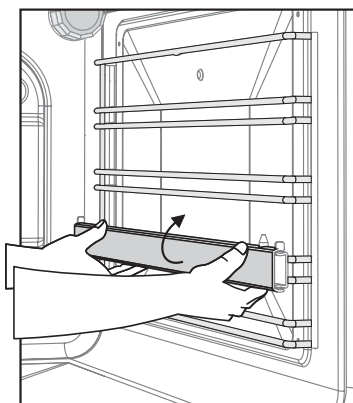

Рис.5
- Телескопические полки могут быть установлены на разной высоте, в зависимости от того, на каком уровне должно идти приготовление пищи. Чтобы переустановить телескопическую полку, необходимо отвести ее нижний край (рис. 5), а затем движением вниз снять с проволоочных направляющих. Установка на другой уровень производится в обратной последовательности.